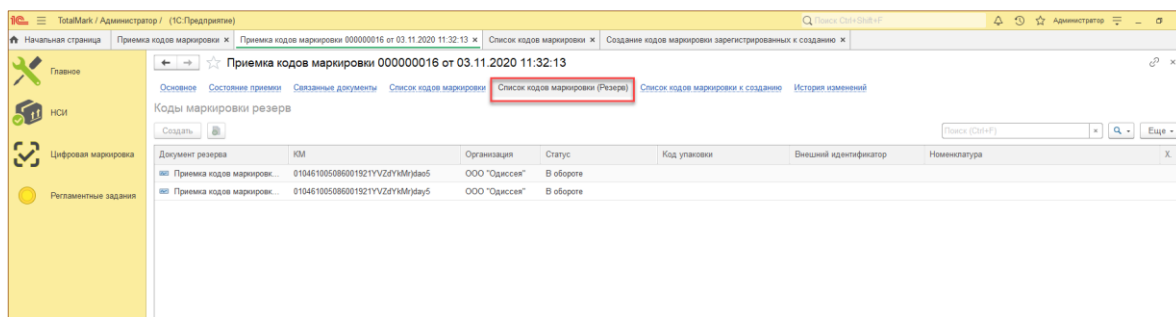

Рис. 10-18 - Работа с Приемкой в Total Mark
4.6. Чтобы проверить, что коды созданы корректно и записаны в резерв, требуется открыть Приемку и перейти на вкладку «Список кодов маркировки (Резерв)» (Рис. 10-18);